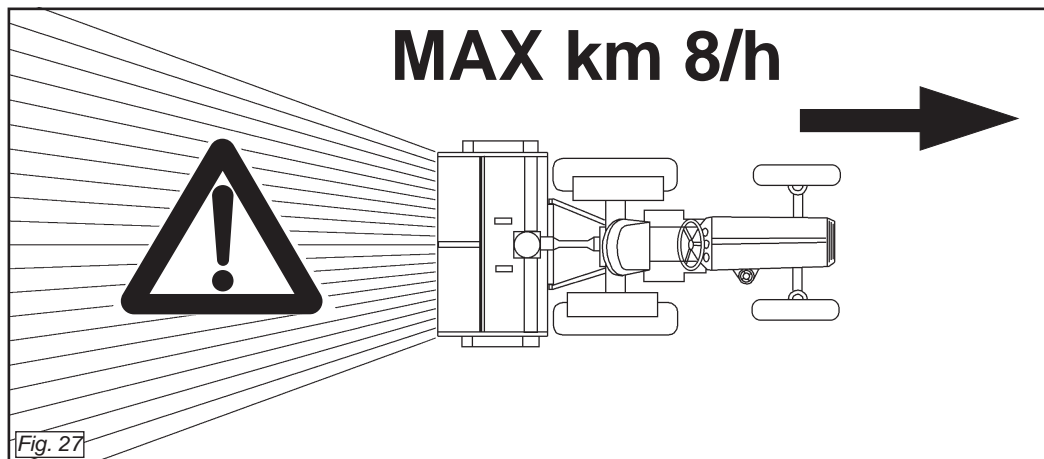

Fig. 27
La velocità del trattore con la macchina in lavoro non deve superare i 8 Km/ora al fine di evitare rotture o danneggiamenti (Fig. 27).
*In order to prevent breakages or damage, the speed of the tractor must never exceed 8 Km/hour when the implement is working (Fig. 27).*
La vitesse du tracteur pendant que l'outil travaille la terre ne doit pas dépasser 8 km/h pour éviter toute sorte de dégâts ou de ruptures (Fig. 27)
*Die Fahrgeschwindigkeit des Schleppers mit arbeitendem Maschine darf nicht über 8 km/h liegen, um Schäden und Bruch zu vermeiden (Abb. 27).*
Las velocidades del tractor con el equipo trabajando no deben superar los 8 km/hora para evitar roturas o daños (Fig. 27).